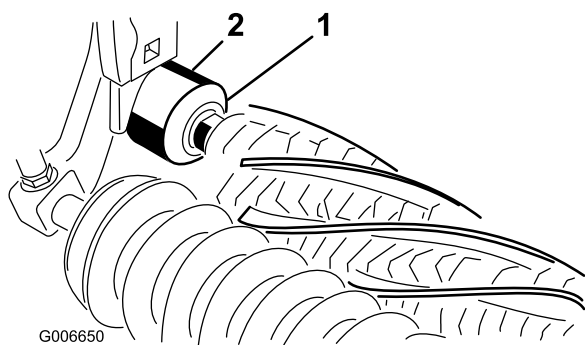

図 10
19. 各エクスクルーダシールのリップがそれぞれのベアリングハウジングに軽く接触するようにすること 図 10。